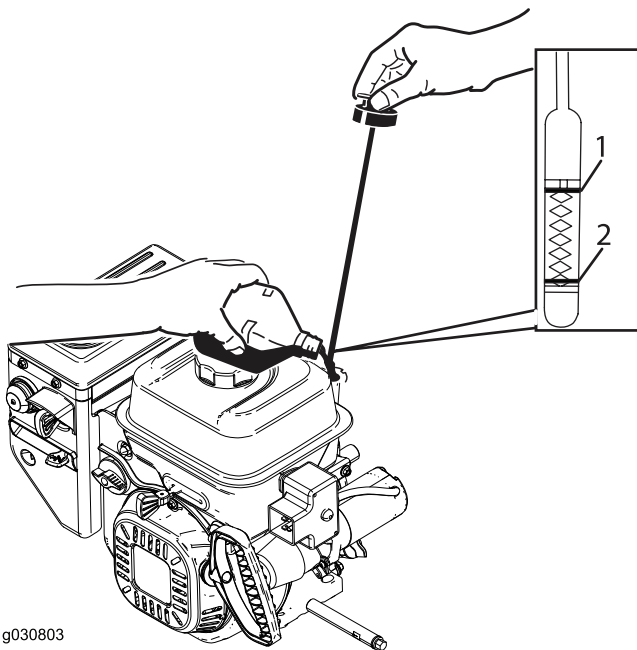

Figure 35
2. Ressortez la jauge et vérifiez le niveau d'huile (Figure 35). Ajoutez de l'huile, si le niveau est en dessous du repère du minimum sur la jauge. Voir (page).